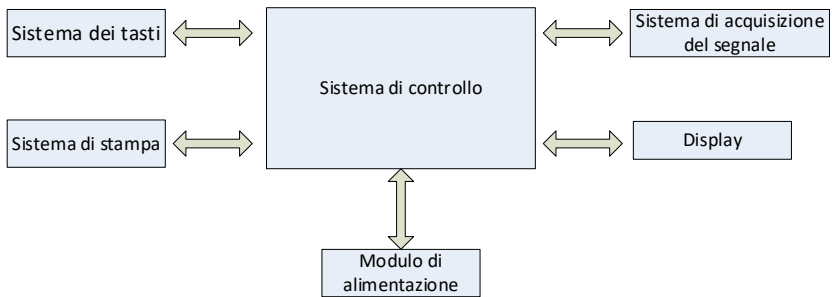

Figura 4-2 Diagramma a blocchi dell'unità di controllo
#### (2) Il diagramma a blocchi del principio di funzionamento viene mostrato nella Figura 4-2.